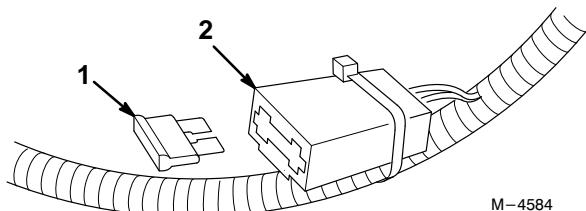

Figura 31
2. Instale un nuevo fusible según se muestra en la Figura 31.